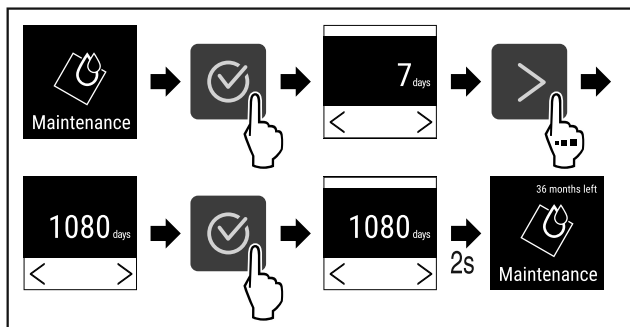

Fig. 79
- ▶ Suorita toimenpidevaiheet (katso Fig. 79).